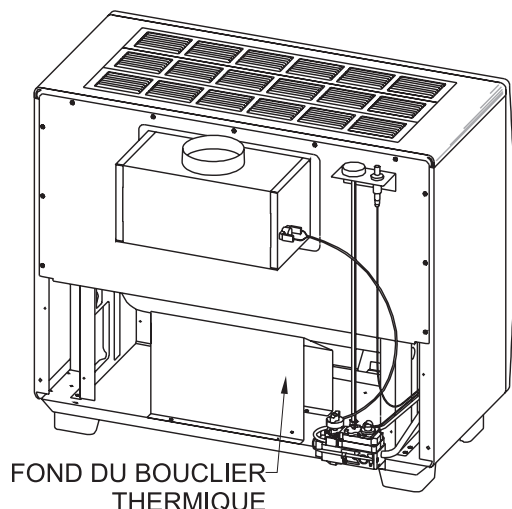

Figure 7
1. Bouclier en deux parties: retirez le bouclier arrière (2 vis) et le réflecteur inférieur (4 vis). Bouclier d'une seule pièce: retirez le bouclier arrière (4 vis). Vous pouvez plier légèrement le bouclier pour accéder aux deux vis arrière. **Voir la figure 7.**